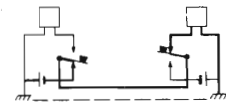

Fig. 379.
I tratti rinforzati nelle figure 379 e 380 indicano il circuito che si chiude quando si abbassa il tasto della stazione **I** o rispettivamente della stazione **II**. In ogni stazione la batteria deve essere collegata al contatto (5) con lo stesso polo, altrimenti le due batterie vengono chiuse in corto circuito attraverso i conduttori, quando avvenga che si abbassino contemporaneamente i tasti di entrambe le stazioni.